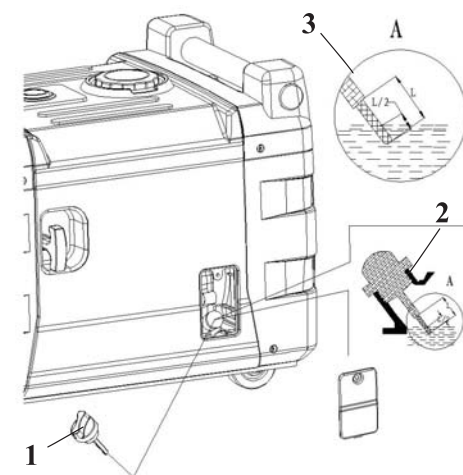

рис. 2
7.2.1 Открыв крышку 11 (рис. 1), вывинтите щуп-пробку 1 (рис.2), из горловины картера 2 (рис. 2). Опустите в горловину сухой, чистый щуп и вытащите его - край смоченный маслом должен располагаться между отметками минимального и максимального допустимого уровней 3 (рис. 2).
7.6.1 На прогревом до рабочей температуры двигателя, откройте крышку 11 (рис. 1) и вывинтите пробку для слива масла 1 (рис. 2). Под сливным отверстием разместите вспомогательную ёмкость как показано